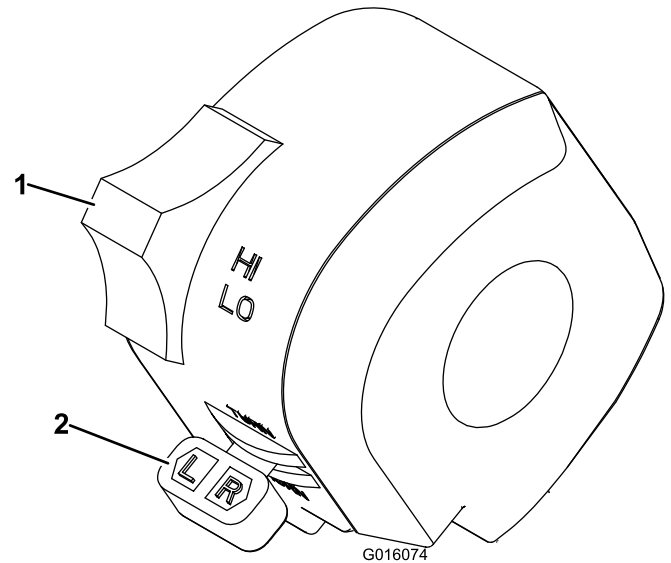

Figura 20
- Interruptor de los intermitentes — Enciende los intermitentes de la derecha y de la izquierda. Sólo funciona si el interruptor de encendido está en la posición de conectado (Figura 20).
- Interruptor de los faros y de las luces cortas — Enciende los faros, sólo cuando el encendido está conectado (Figura 20).